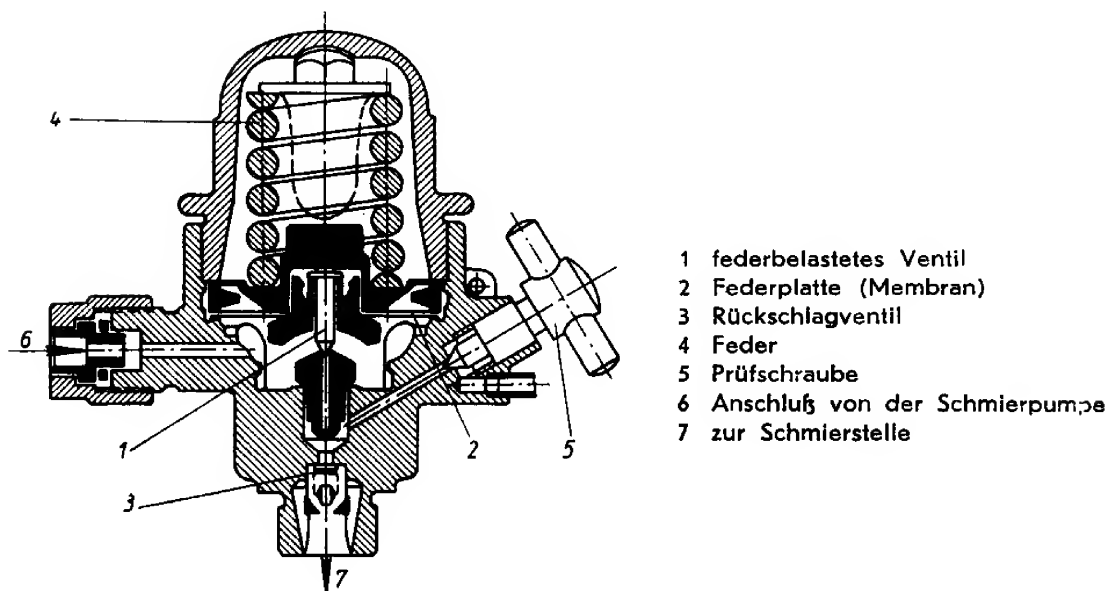

Bild 112. Olva-Membran-Ölsperre
Rückschlagventil oder Membran schadhaft	Bei der Olva-Ölsperre (Bild 112) kann nach längerer Betriebszeit ebenfalls die Federkraft des oberen Ventils (1) oder des Rückschlagventils (3) nachlassen. Auch die Federplatte (Membran) (2) kann eine bleibende Formveränderung erleiden.